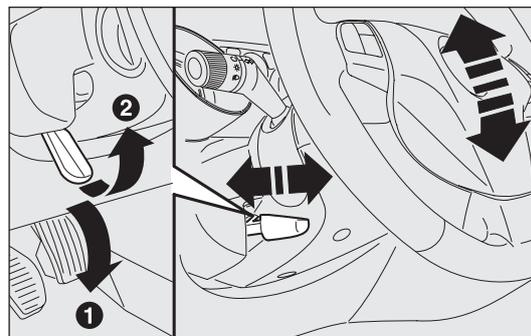

fig. 28
- sbloccare la leva A-fig. 28 spingendola in avanti (posizione 1);